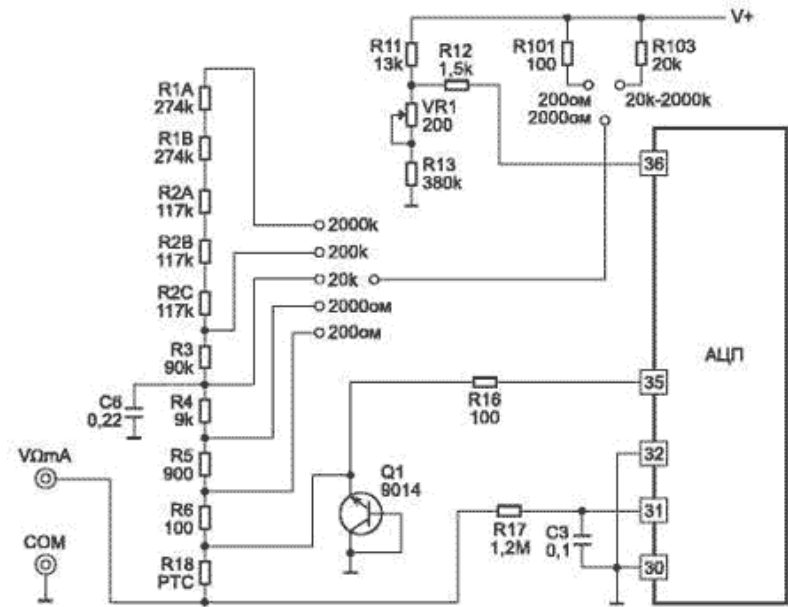

Рис. 6. Упрощенная схема мультиметра в режиме измерения сопротивления
Упрощенная схема мультиметра в режиме измерения сопротивления представлена на рис. 6. В режиме измерения сопротивления используется зависимость, выраженная формулой (2). На схеме видно, что один и тот же ток от источника напряжения +LJ протекает через опорный резистор Rop и измеряемый резистор Rx (токи входов 35, 36, 30 и 31 пренебрежимо малы) и соотношение UBХ и Uоп равно соотношению сопротивлений резисторов Rx и Rop. В качестве опорных резисторов используются R1....R6, в качестве токозадающих используются R10 и R103. Защита АЦП обеспечивается терморезистором R18 [в некоторых дешевых моделях используются обычные резисторы номиналом 1...2 кОм), транзистором Q1 в режиме стабилитрона (устанавливается не всегда) и резисторами R35, R16 и R17 на входах 36, 35 и 31 АЦП.